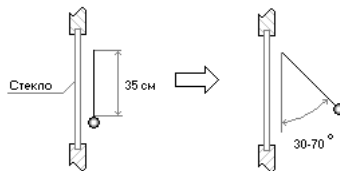

Рис. 5 Тестирование извещателя
1) испытательный стальной шар диаметром 21...22 мм, массой 32...48 г, подвешенный на нити длиной 35 см, разместить непосредственно у стекла, не касаясь его (рис. 5);